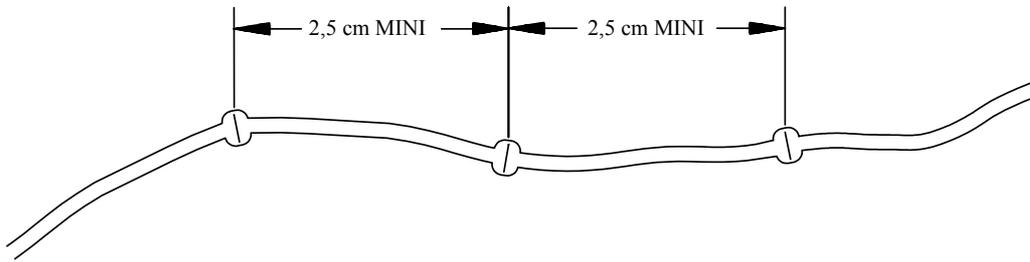

Figure 2.10 Espace entre plusieurs soudures
- 2.4.3 Des soudures multiples à proximité immédiate les unes des autres ne sont ni requises, ni recommandées, lors de l'utilisation de la source d'alimentation. Si vous devez effectuer des soudures multiples, elles doivent être espacées d'au moins 1 pouce (2,5 cm), comme indiqué Figure 2.10.